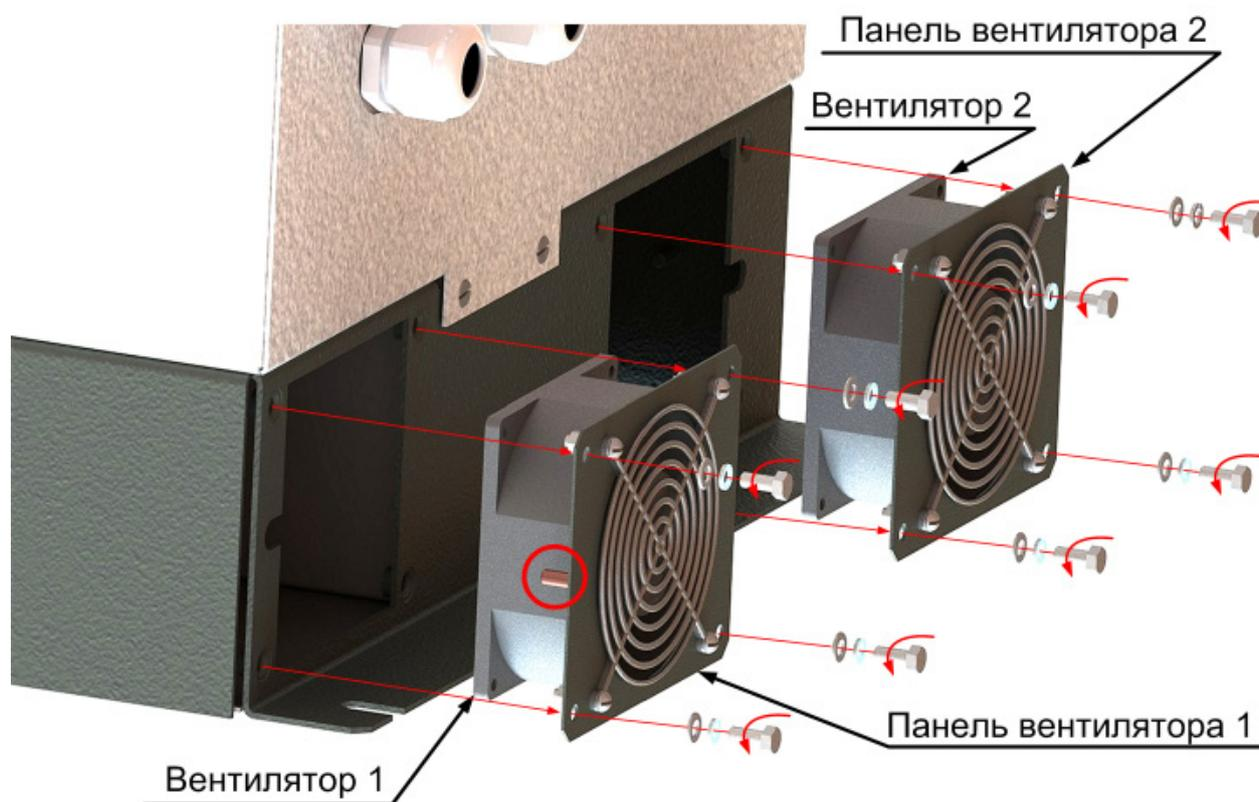

Рисунок 14.4 — Снятие панели вентиляторов электроприводов моделей АТ24-75К...М11-380-Н*****
2. Снимите панель вентиляторов 1 и 2 (см. рис. 14.4).